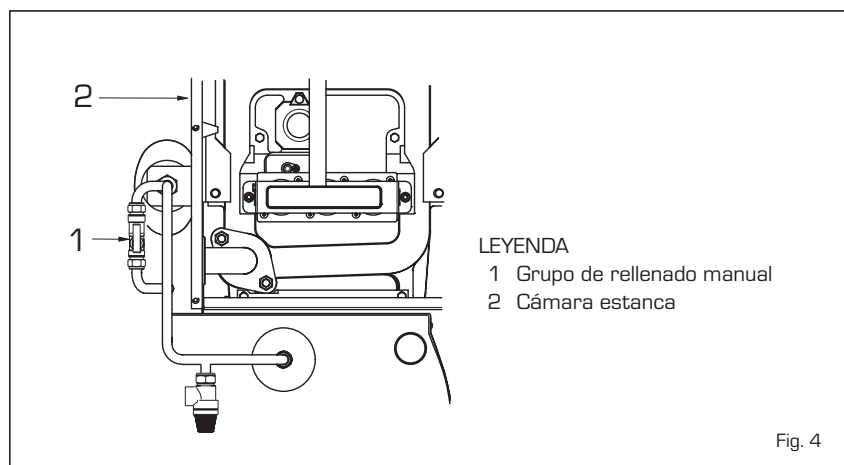

Fig. 4
2.4 RELLENADO DE INSTALACION [fig. 4]